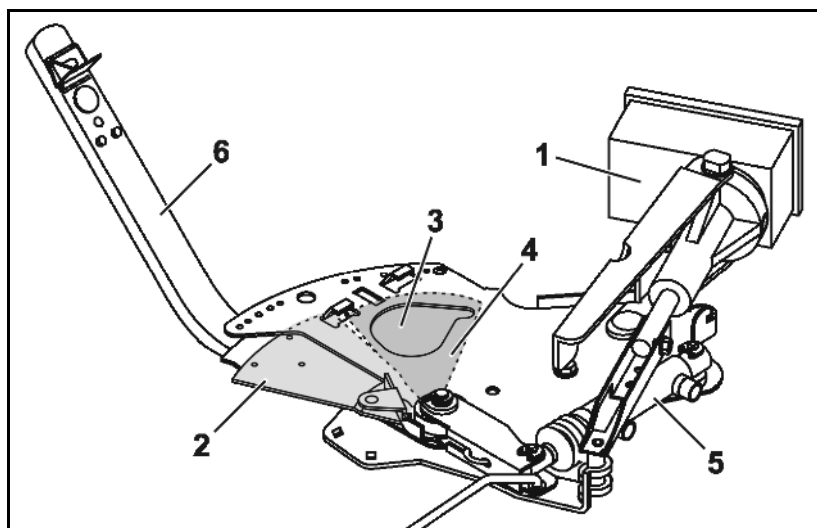

Fig. 22
- elektronisk med betjeningsterminal / kørecomputer. I den forbindelse frigiver to doseringsspjæld (Fig. 22/2), som startes af servomotorer (Fig. 22/1), forskellige åbningsbredder i gennemløbsåbningerne (Fig. 22/3).
- manuelt via indstillingsgrebene (Fig. 22/6) gennem indstilling af forskellige åbningsbredder for gennemløbsåbningerne (Fig. 22/4). De påkrævede spjældindstillinger i den forbindelse bestemmes enten ved hjælp af oplysningerne i **spredetabellen** eller med **regneskiven**.
Lukkespjældene (Fig. 22/4) bruges til at åbne og lukke gennemløbsåbningerne og kan, afhængigt af udstyret, betjenes separat hydraulisk (Fig. 22/5) via